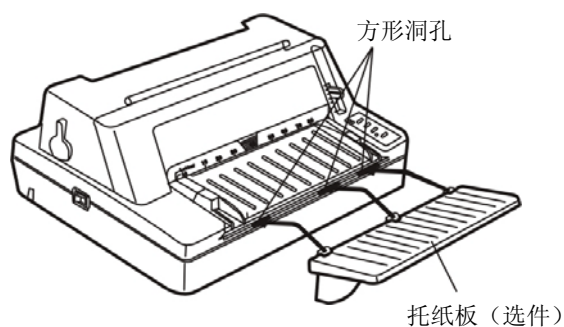

图 2-5 安装托纸板
先将托纸板斜向下插入打印机前方方形洞孔，再平放托纸板，以便扣上卡钩（如图 2-5 所示）。
1. 先安装托纸板（选件）（如图 2-5 所示）。